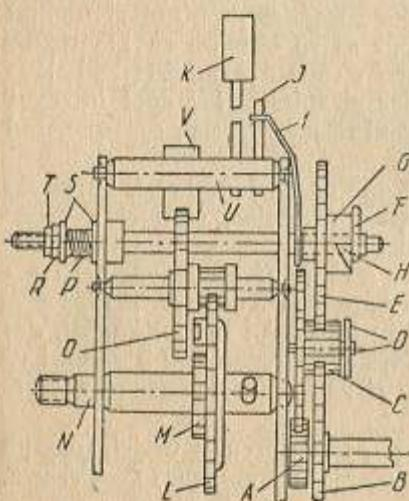

Fig. 48. Mecanismul soneriei la deșteptător:
Mecanismul soneriei constă din piesele arătate în fig. 48. Ceasornicul-deșteptător constă, în fond, din două mecanisme absolut separate: mecanismul de mers și cel al soneriei. Totuși ambele mecanisme sunt legate reciproc prin intermediul roții de semnalizare E (fig. 48), datorită căreia mecanismul soneriei este pus în funcțiune după un anumit timp, stabilit dinante, făcind ca ciocanul K să lovească clopotul.
1. cuiul axului declanșatorului se montează pe fundul scobiștii muiei de semnalizare H (fig. 48);